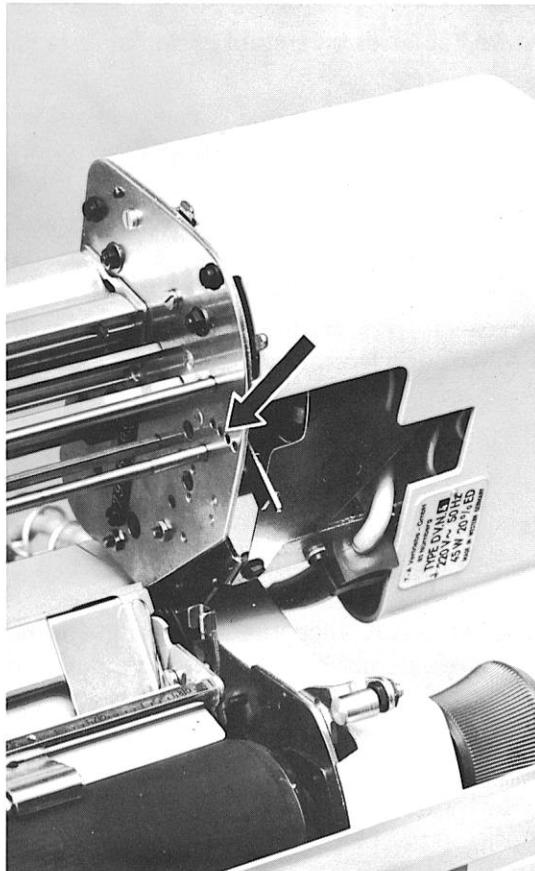

Abb. 32 Viererlochseite mit Vorsteckbandachse
- 8) Achslöcher für Vorsteckband (s. auch Abb. 32)
Die Vorsteckbandachse ist zwischen den seitlichen Lagerwänden der doppelten Konteneinrichtung in einer Viererlochreihe (siehe Abb. 32) verstellbar gelagert; dadurch ist eine restlose Ausnutzung des Farbtuches gewährleistet.